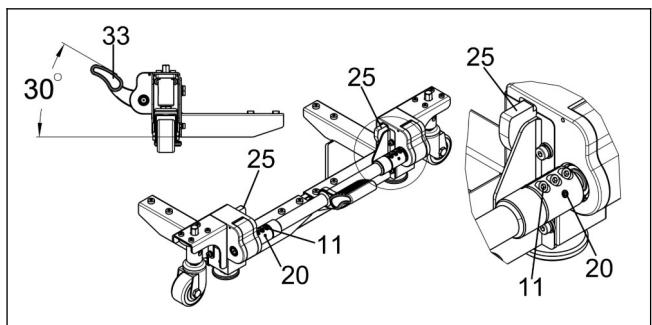

图 10
f. 将两个凸轮 “25” 向上转至极限位置；再将踏板 “33” 转至与地面夹角为 30°，旋紧紧固件 “11”、“20”。（见图 10）
b. 踩下踏板“33”，若踏板“33”下底面与地面距离很小，无法抬起踏板，请松开图 10 所示紧固件“11”、“20”，然后向上旋转踏板“33”至合适位置，最后旋紧紧固件“11”、“20”。（见图 10）